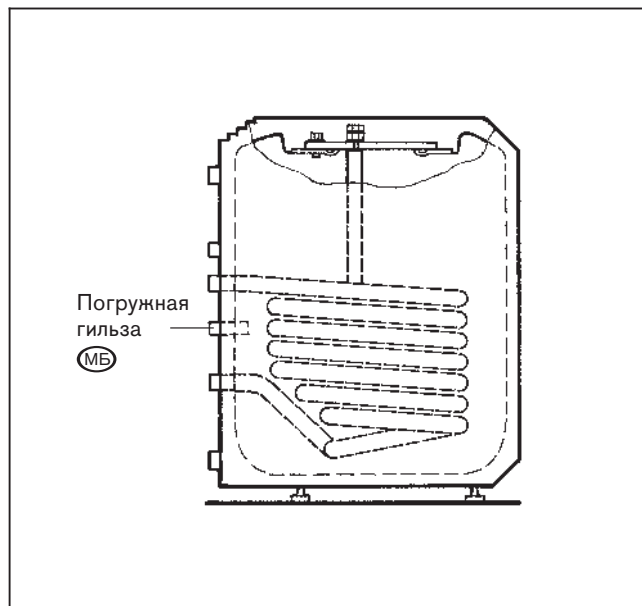

Рис. 9
- Произвести монтаж датчика в погружную гильзу (MB) на задней стороне бойлера (рис. 9).